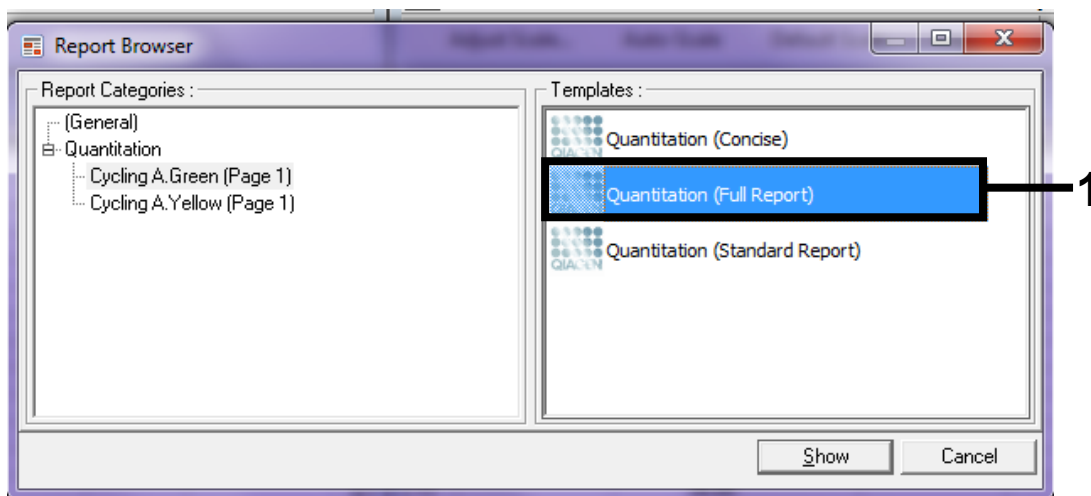

Abbildung 38. Vollständiger Quantifizierungsbericht (1)
10. Wählen Sie unter „Templates“ die Option „Quantitation (Full Report)“ (Quantifizierung [Vollständiger Bericht]) (siehe Abbildung 38).